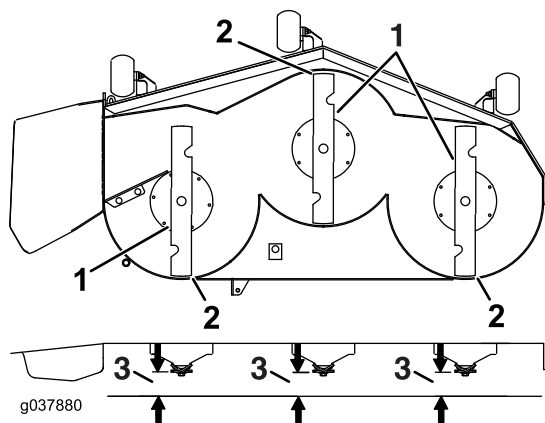

Figura 93
7. Compruebe el nivel longitudinal de la cuchilla (Figura 93). Asegúrese de que la punta de la cuchilla delantera está más abajo que la punta de la cuchilla trasera, como se muestra en *Altura de bloque y soporte*. Si se requieren ajustes, siga con este procedimiento.